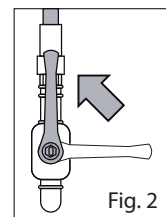

Fig. 2
- Remonter la vis avec rondelle d'étanchéité gaz dans l'emplacement, ouvrir le robinet d'interception en amont de l'équipement (Fig. 2) et vérifier en allumant le brûleur qu'il n'y ait pas de pertes de gaz.